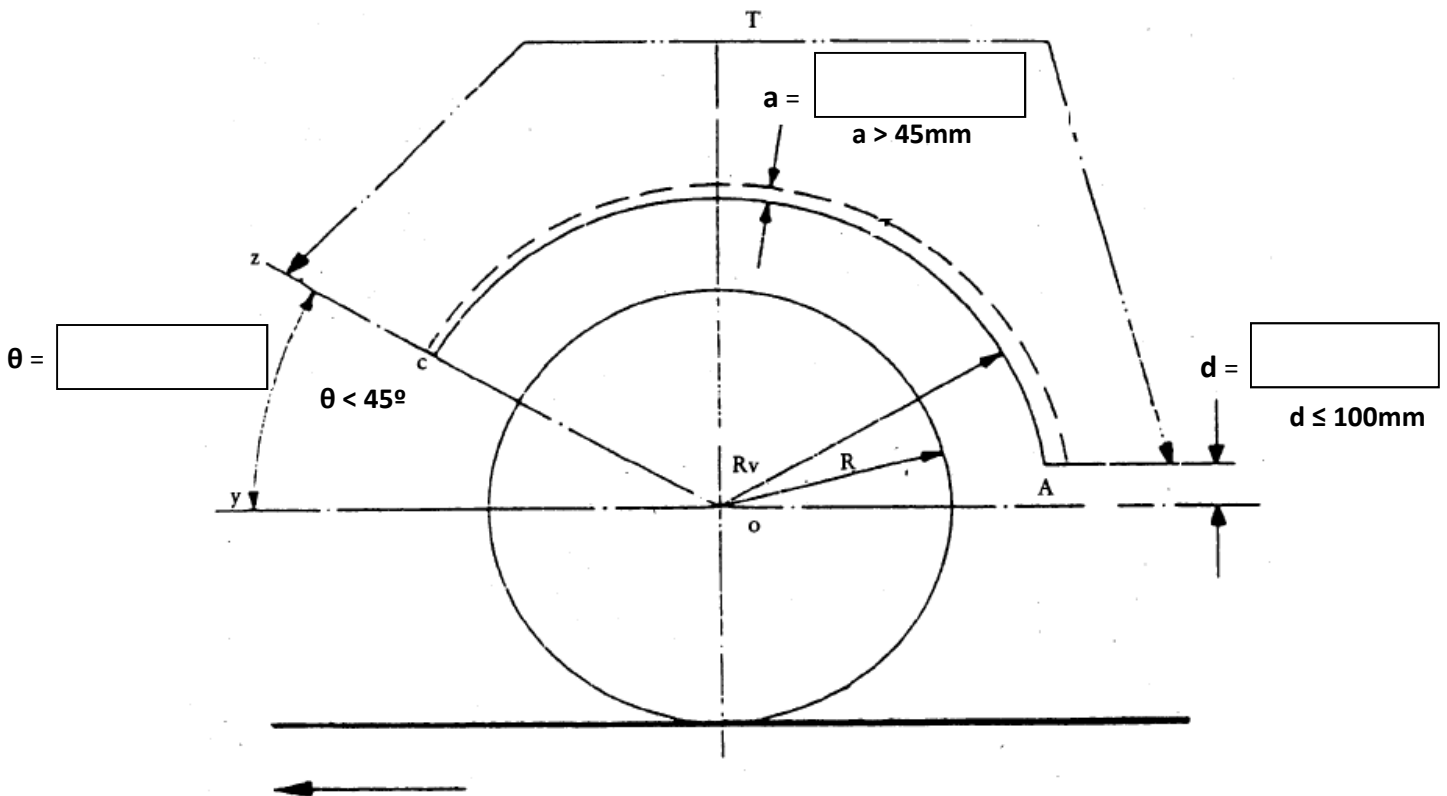
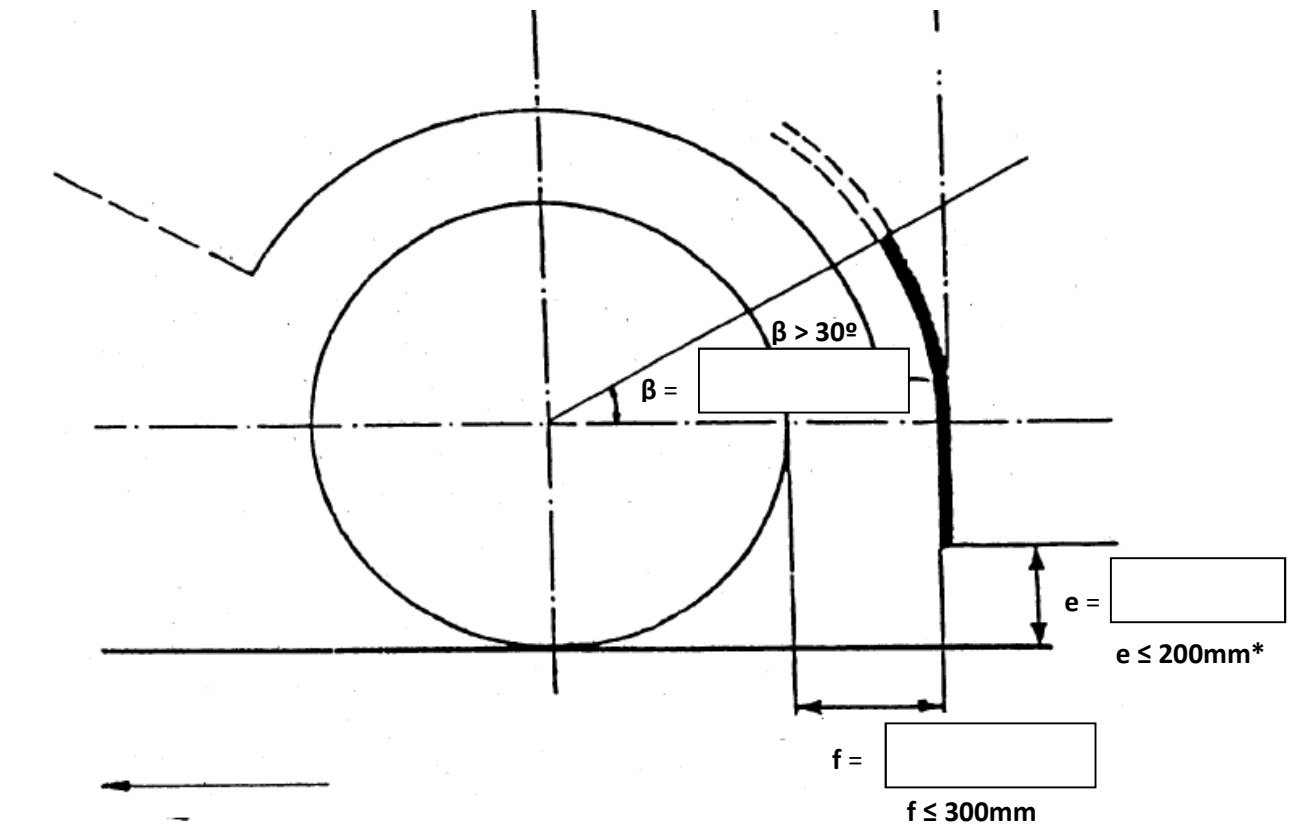

Figura 2
Figura 3
**CASO A con ejes simples: Faldilla exterior (figura 2) y Faldilla posterior (figura 3)**